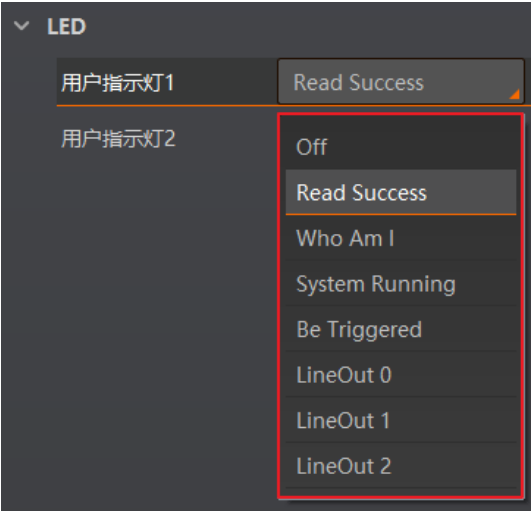

图3-69 用户指示灯功能选项
2. 根据实际需求，在用户指示灯 1 和用户指示灯 2 下选择待响应的具体事件，如图 3-69 所示。